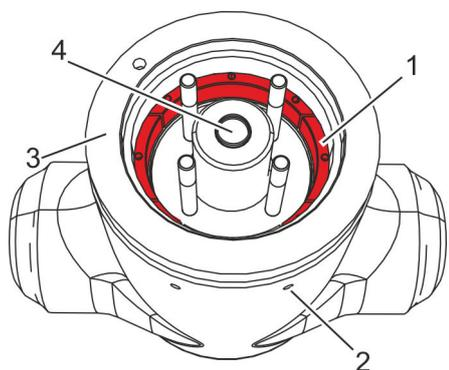

Fig. 18 : Retrait de la bague à segments
4. ➤ Frapper les segments (Fig. 18 /1) de la bague à segments à travers les alésages d'éjection (Fig. 18 /2) vers l'intérieur à l'aide d'un chasse-goupille.
5. ➤ Retirer les segments (Fig. 18 /1).
Retirer le couvercle de fermeture du carter (Fig. 18 /3) par le haut, avec la bague d'étanchéité, la bague d'appui et le cylindre à tamis (Fig. 19 /1-4), à l'aide d'un engin de levage adapté.